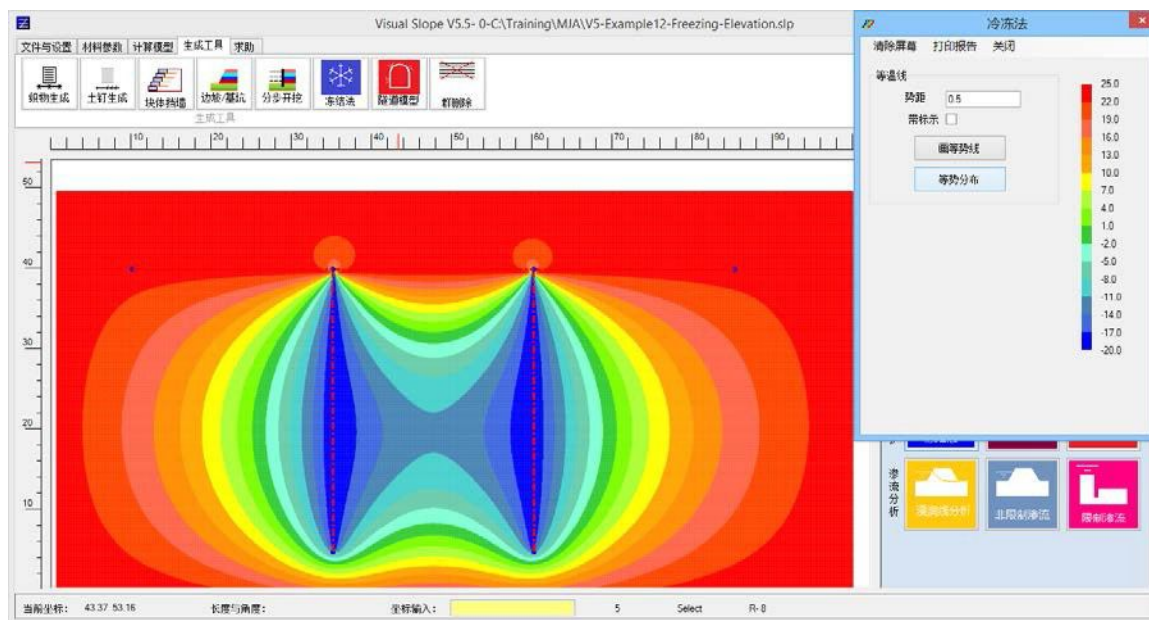

图 74： 冻结法分析结果
4. 计算分析 冻结管布置完毕后，可以进行计算分析。在分析板块中按冻结法，分析就开始了。分析完毕后可以显示温度场，图 74